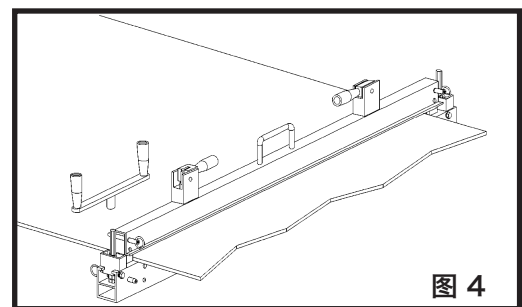

图 4
- E. 使用便携型 Clipper® 845LD 切割机切割输送带是一种既安全又准确的方法。切割机宽度可在 36" - 72" 范围内选择（参见图 4）。